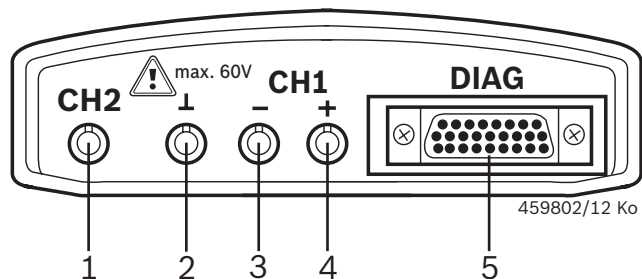

Fig. 1: Pannello porte di diagnosi/misurazione
- Se non è stato collegato alcun cavo di diagnosi, prima di procedere con le misurazioni di U, R o I collegare la massa dei moduli KTS (fig. 1, pos. 2) alla massa del veicolo mediante il cavo di massa fornito in dotazione.